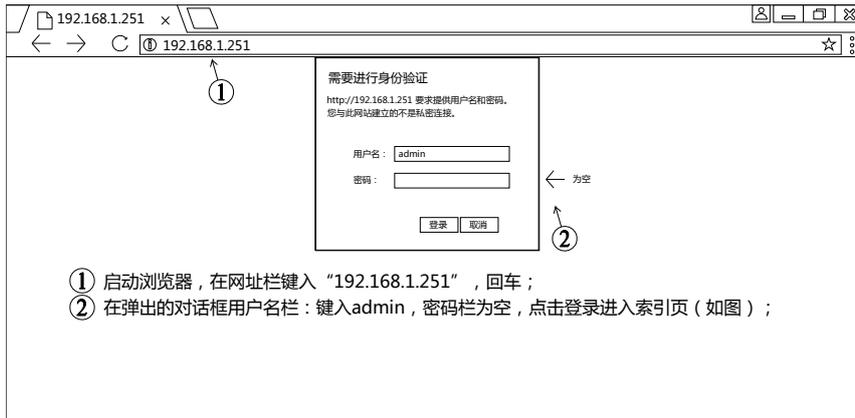
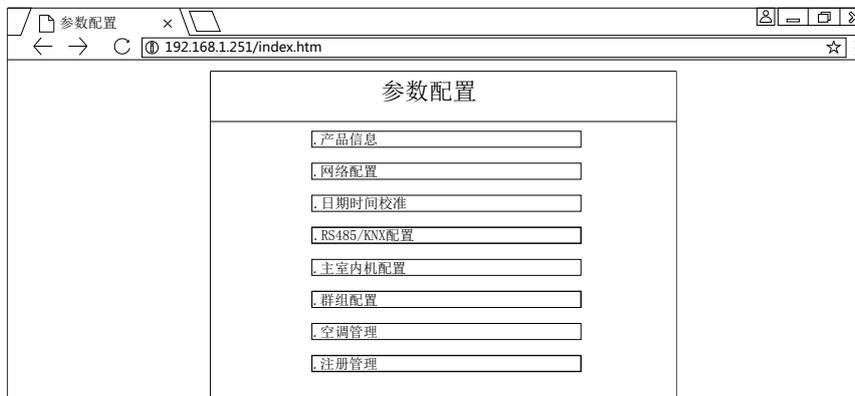

图 9 通过网页浏览器进入设定及管理界面
图 10 索引页界面
3) 在网页浏览器上输入“192.168.1.251”，用户名为“admin”，密码为空（图9），无须输入，进入网页后，显示索引页（图10），点击各分项（图11-18），可以进行参数的设定，也可查看连接空调的数量、地址状态，并可以控制它们。